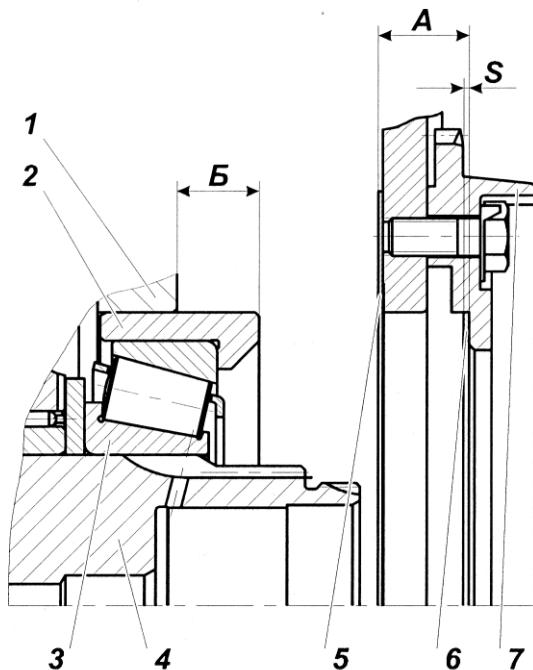

Рисунок 98:
3.3 Замерить абсолютные величины размеров А (между торцами зубчатой муфты и уплотнительной прокладки) и Б (между торцами картера и гнезда подшипника) рис. 98.
4 Демультиплексатор с установочными прокладками, подобранными по п. 3, пристыковать к картеру коробки передач, обеспечив затяжку болтов крепления демультиплексатора к коробке передач с  $M_{kp}=215,74\ldots274,5 \text{ Н}\cdot\text{м}$  ( $22\ldots28 \text{ кгс}\cdot\text{м}$ ). Перед установкой демультиплексатора на уплотнительную прокладку 5 (рис. 98) с обеих сторон нанести герметик УГ-9 ТУ 6-01-1326-86 или УГ-6 ТУ 6-01-1285-84 непрерывной полосой шириной 2...3 мм по контуру.